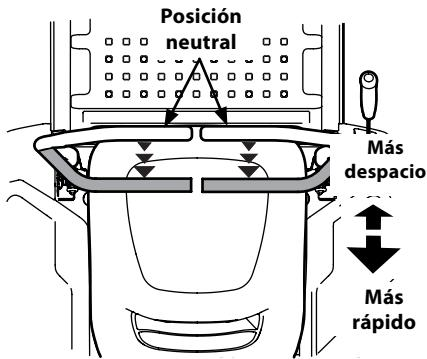

Figura 3-7
- Mueva las dos palancas de control lenta y suavemente hacia atrás. El tractor comenzará a moverse hacia atrás. Consulte la Figura 3-7.